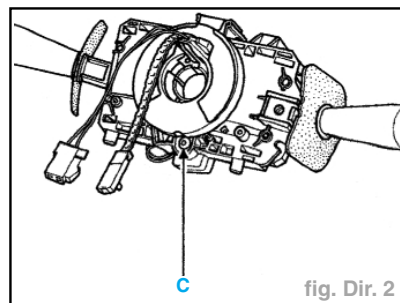

fig. Dir. 2
- Desserrer la vis (C), puis taper d'un coup sec sur le tournevis pour débloquer le cône et dégager l'ensemble de la colonne de direction (fig. Dir. 2).